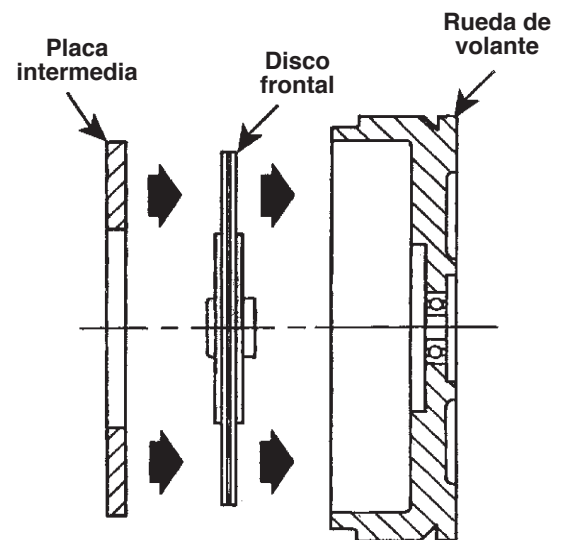

Figura 7
2. Coloque el nuevo disco del embrague delantero y la placa intermedia en la rueda volante tipo crisol. Consulte la Figura 7. Cargue la placa de presión y el nuevo disco trasero en el eje ranurado de la manija del embrague. **NOTA:** La manija del embrague debe estar completamente colapsada en este punto.